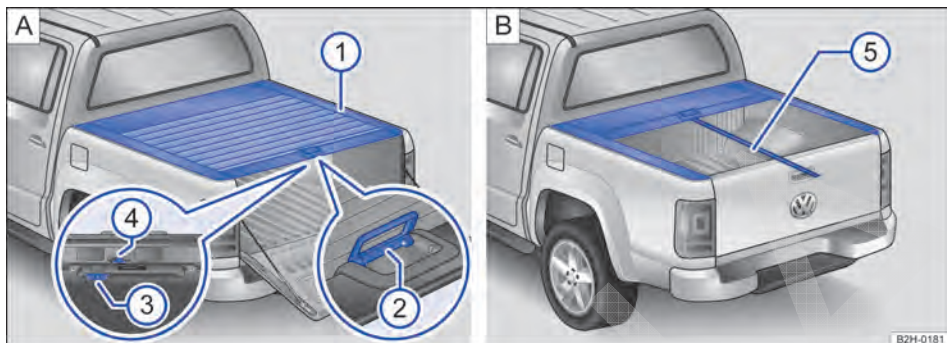

Fig. 30 Capota marítima do compartimento de carga: A: vista geral e B: cinta de tração.
⇒ Fig. 30 consiste nos seguintes componentes:
Abrir brevemente a capota marítima do compartimento de carga e fechar novamente	Se capota marítima do compartimento de carga precisar ser aberta apenas brevemente e fechada de novo em seguida, a lingueta de travamento ⇒ Fig. 30 ④ A deve ser pressionada para a esquerda ao fechar. A capota marítima do compartimento de carga engata, se for fechada totalmente.